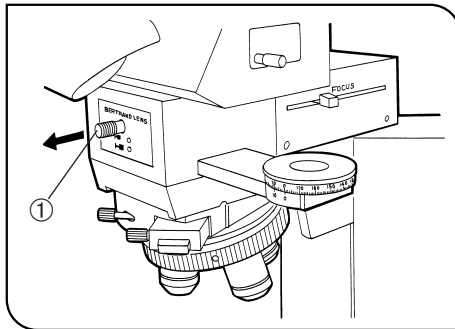

Fig. 23
1. Drag ut Bertrand linsvredet ① till OUT (O) läget. (Fig. 23)